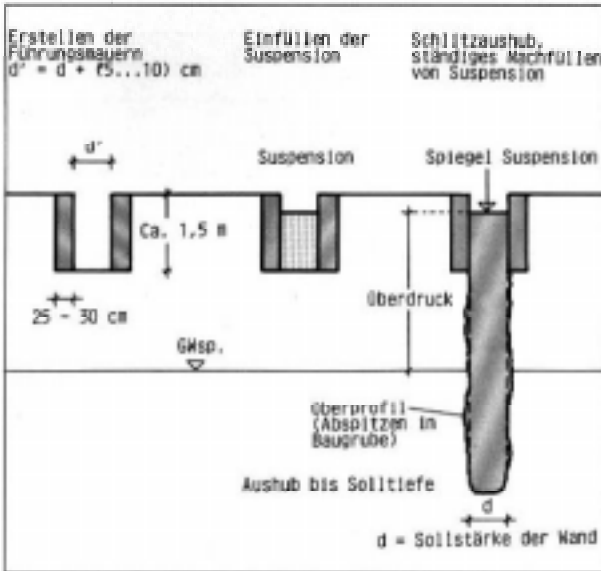

Bild 3: Einphasige Herstellung einer Schlitzwand
**Einphasige Herstellung:** Die eingebrachte Suspension dient gleichzeitig als Stützmedium und endgültiges Tragelement (siehe Bild 3).